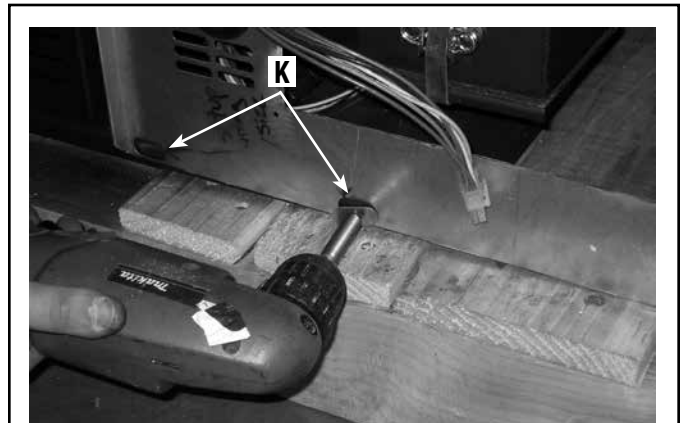

Figure 63
10. Étape finale : Prendre quatre rondelles ovales et 4 vis à tôle et en insérer deux sur chaque partie inférieure du boîtier ZC, comme illustré à la **figure 63**. Le poêle encastrable à granules peut maintenant être installé. **Respecter toutes les distances de dégagement de l'évacuation indiquées dans le manuel d'installation et d'utilisation.**